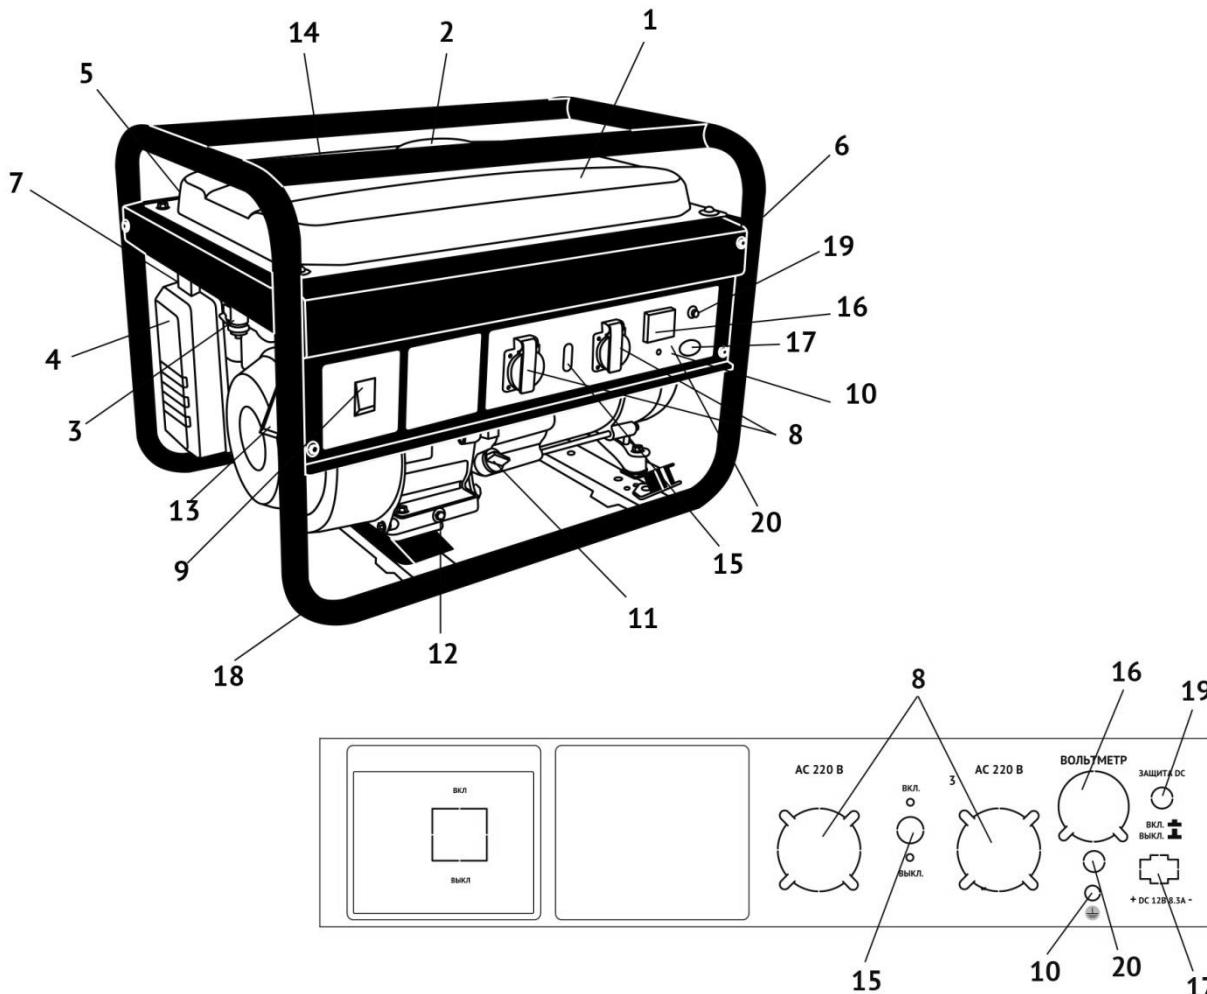

Рис.1
Двигатель и генератор закреплены на трубчатой раме (18, рис.1) через амортизаторы, что снижает вибрацию аппарата и уменьшает уровень шума при работе.
Электрическая сеть подключения потребителей относится к системе с изолированной нейтралью, предусматривающей защитное заземление открытых токопроводящих частей корпуса. В зависимости от местных условий (состав грунта, его влажность и т.п.) изменяется качество заземления. Во всех случаях защитное заземление должно иметь сопротивление не более 4-х Ом. Во время работы бензинового генератора его клемма заземления (10, рис.1) должна быть подсоединенна к заземлителю. На практике это требование может быть реализовано следующими способами:
Выкрутите пробку-щуп из маслозаливной горловины (11, рис.1) и залейте в картер масло необходимой марки до нижнего края горловины. Вставьте сухой чистый щуп в горловину картера и выньте его. Проверьте уровень масла: граница смоченной области щупа должна располагаться между отметками минимального и максимального уровней.
- перевести выключатель зажигания (9, рис.1) в положение «ВКЛ»;
- открыть топливный кран (3, рис.1);
- перевести рычаг управления воздушной заслонкой (7, рис.1) в крайнее левое положение «закрыто» при пуске холодного двигателя (для прогретого двигателя рычаг - в промежуточном положении);
- медленно потянуть рукоятку стартёра (13, рис.1) до появления сопротивления. Затем резким движением вытянуть трос до конца, повторить действие ещё раз, если двигатель не завёлся;
После прогрева двигателя в течение 10-40 секунд (в зависимости от начальной температуры), перевести рычаг воздушной заслонки (7, рис.1) в крайнее правое положение «открыто».